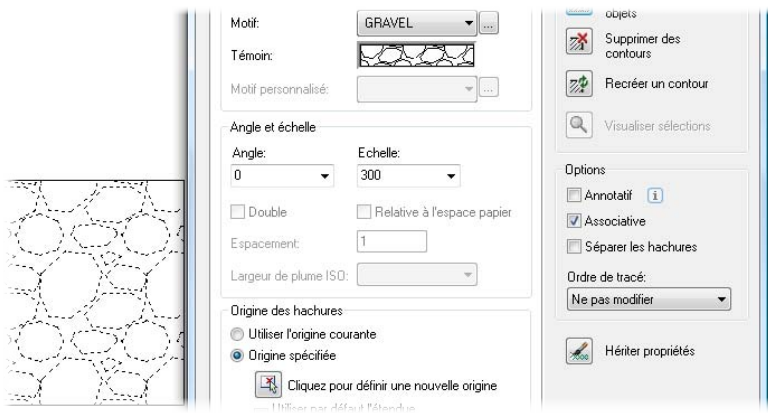
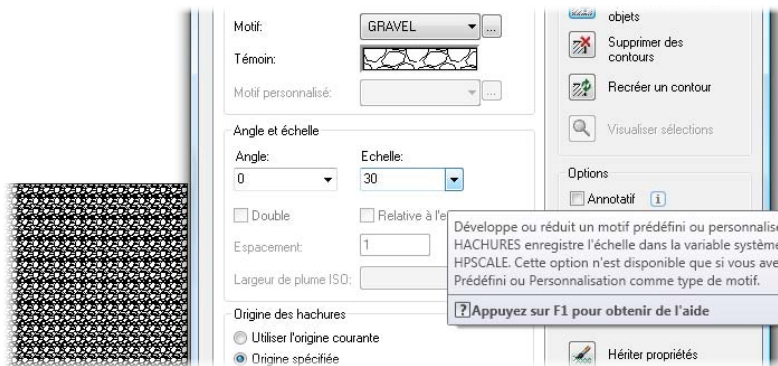

Figure 5.31
Figure 5.32
6. Changez la valeur du facteur d'échelle de la hachure. Tapez une valeur plus grande : **300**. L'échelle de la hachure devient immédiatement plus lisible et grande (voir Figure 5.31). Tapez maintenant une valeur plus petite : **30**. La hachure devient beaucoup plus dense (voir Figure 5.32).